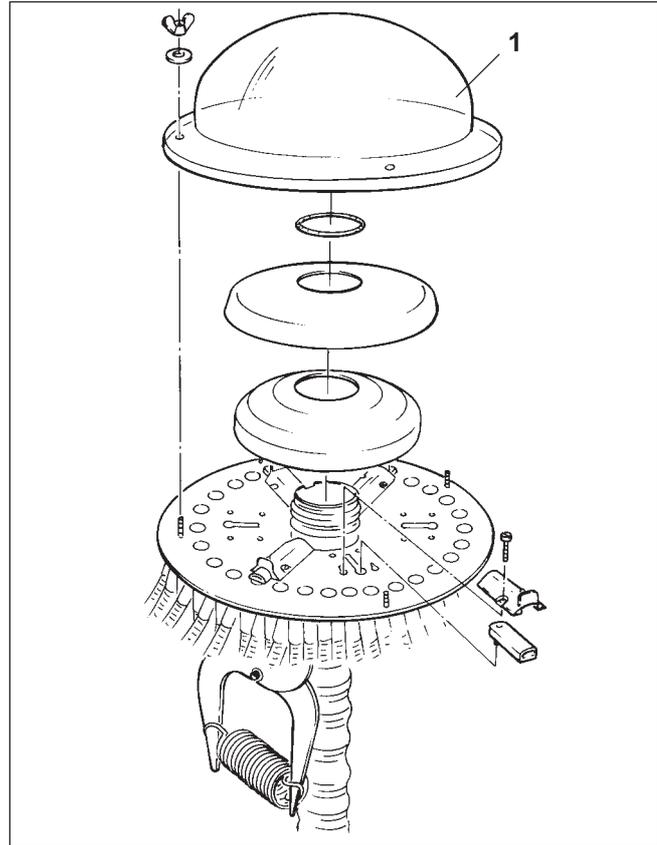

Fig. 50.6
- Verteileraußenhaube (Fig. 50.6/1) zum Reinigen entfernen.